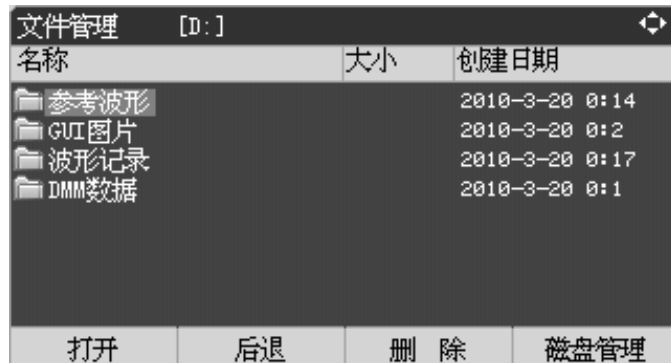

图 2-54 文件管理对话框
- 3、按左右方向键选择“FLASH 盘”，按 F1 打开文件管理对话框如图 2-54 所示：